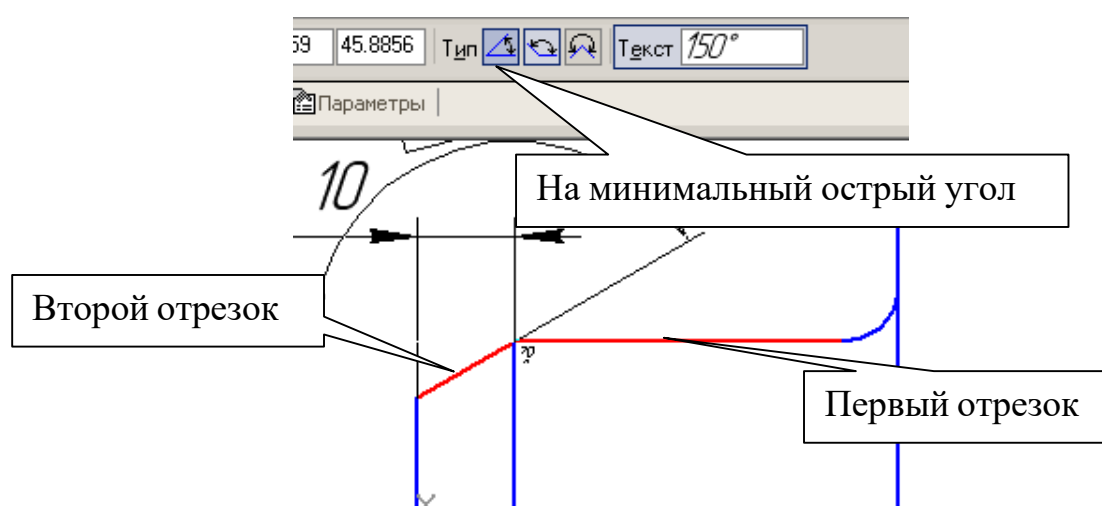

Рис. 24
- Проставьте угловой размер, выбрав команду **Угловой размер** . Укажите последовательно два отрезка прямой, в строке параметров выберите **На минимальный (острый) угол**, рис. 24. В параметрах укажите **На полке влево**. Прервите команду.